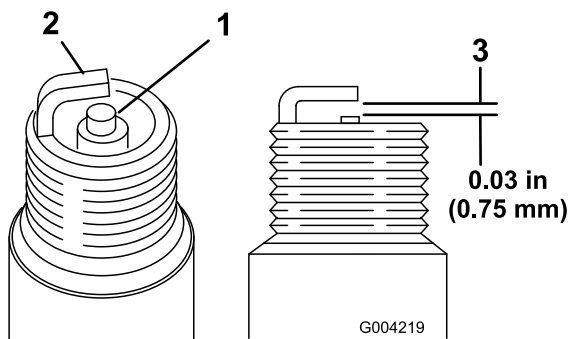

Figura 35
1. Mire la parte central de ambas bujías (Figura 35). Si se observa un color gris o marrón claro en el aislante, el motor está funcionando correctamente. Si el aislante es de color negro, significa que el limpiador de aire está sucio.
2. Compruebe la separación entre los electrodos central y lateral (Figura 35).
3. Si la distancia no es correcta, doble el electrodo lateral (Figura 35).